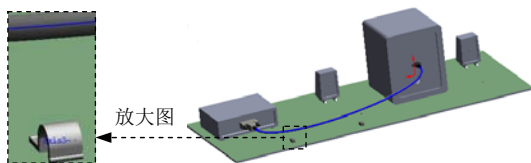
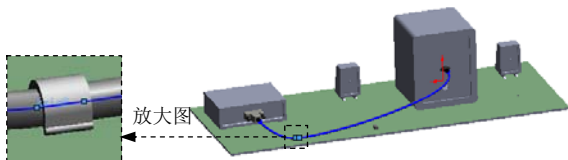

图 11.11.11 选取线路
图 11.11.12 线夹 1 移到电线
Step10. 将电线移到线夹 1。选择 **电气** 功能选项卡中的 **步路通过线夹(T)** 命令，系统弹出“步路通过线夹”对话框；选取图 11.11.11 所示的电线和线夹的轴线；单击对话框中的 **✓** 按钮，完成图 11.11.12 所示将电线移到线夹的创建。